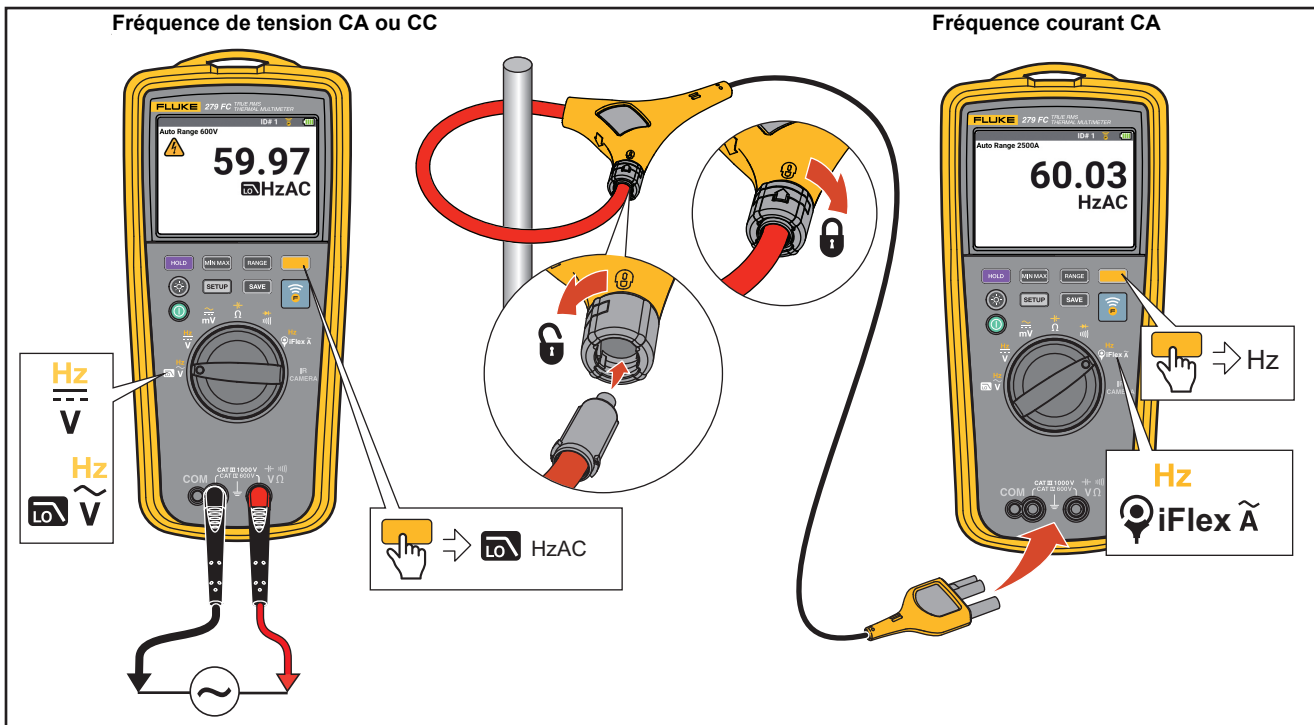

Figure 12. Mesure de fréquence
- Mesures de fréquence. Voir la Figure 12.
Réunir les accessoires requis pour le type de mesure. Voir la Figure 12.